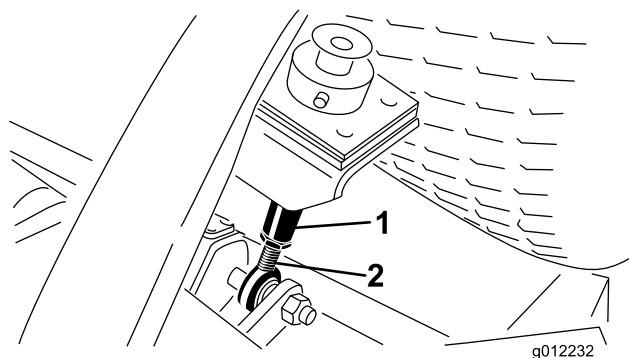

図 11
6. 刈高ロッドの下部についているジャムナットをゆるめる(図 11)。